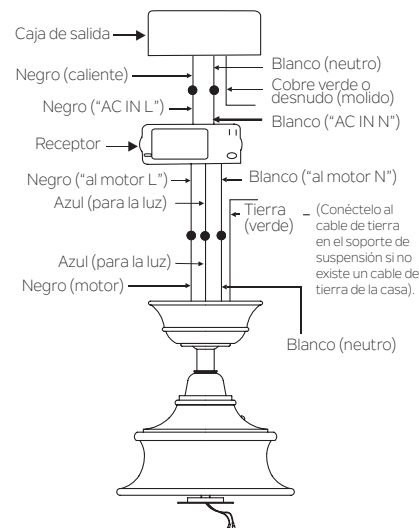

Fig. 14
Paso 2. Conexiones eléctricas del motor al receptor: (Fig. 14) Conecte el cable negro del ventilador al cable negro marcado "TO MOTOR L" en el receptor.
Paso 3. (Fig. 14) Receptor para cables de suministro de la casa Conexiones eléctricas: Conecte el cable negro (caliente) del techo al cable negro marcado "AC in L" del receptor. Conecte el cable blanco (neutro) desde el techo al cable blanco marcado "AC in N" desde el receptor. Asegure las conexiones de los cables con las tuercas para cables de plástico provistas.
Paso 4. (Fig. 14) Si su caja de salida tiene un cable a tierra (verde o cobre desnudo) conéctelo a los cables a tierra del ventilador; de lo contrario, conecte el cable de tierra del soporte colgante al soporte de montaje. Asegure la conexión del cable con una tuerca de plástico provista. Después de conectar los cables, sepárelos para que los cables verde y blanco estén a un lado de la caja de salida y los cables negro y azul al otro lado. Cuidadosamente meta las conexiones de los cables en la caja de salida.